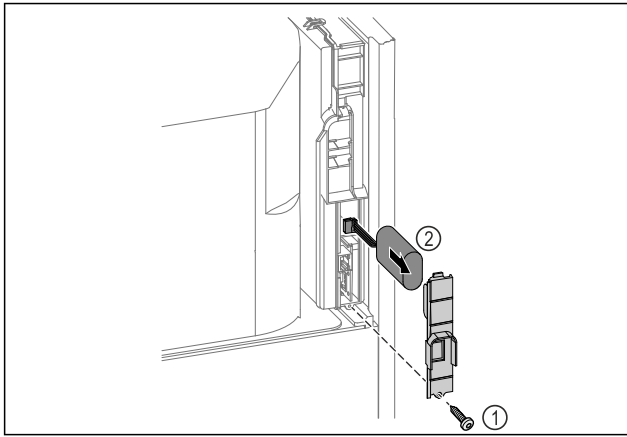

Fig. 219
- ▶ Открутите винт и снимите крышку с задней стороны устройства Fig. 219 (1).
- ▶ Отсоедините и извлеките аккумуляторную батарею Fig. 219 (2).